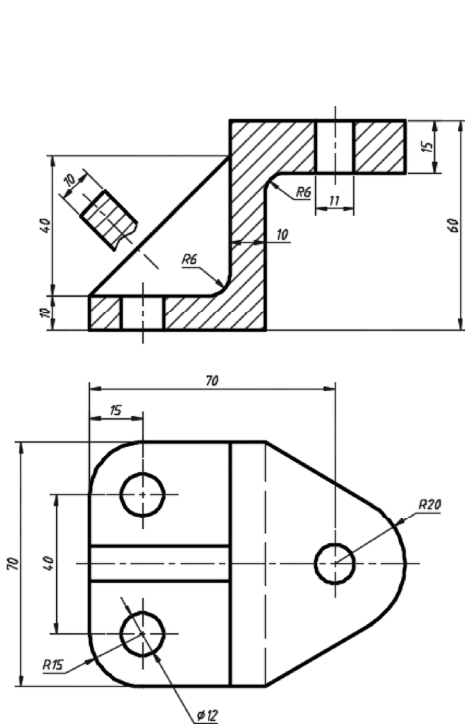

图 13-35 初步创建的尺寸标注
26) 使用“注释”面板中的相关尺寸标注工具初步标注图 13-35 所示的尺寸。